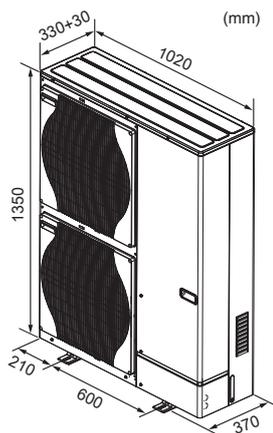

Fig. 2-2
2.2. Планови размери (Външно тяло) (Fig. 2-2)